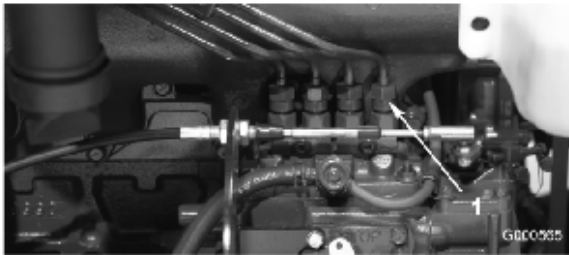

図 37
1. 燃料噴射ポンプの No.1インジェクタ・ノズル (図 37) へのパイプ接続部をゆるめる。